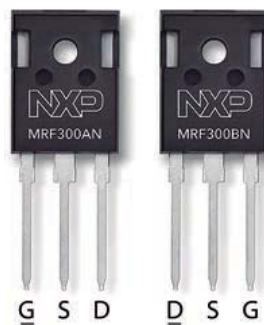

Figura 1: Salidas en espejo del MRF300AN y MRF300BN.
El MRF300AN y el MRF300BN son transistores de 1,8 - 250 MHz, 300 W CW, 50 V (3). La diferencia entre las dos versiones es simplemente que sus patas están reflejadas, lo que simplifica enormemente el diseño de la placa en una configuración push-pull de “dos arriba”. Consulten la Figura 1 y la hoja de datos³. Según esta, los transistores son adecuados para operación lineal. Un gráfico muestra un punto de compresión de 1 dB (P1dB) del circuito de referencia NXP a 250 W por transistor (P3dB @ 340 W).